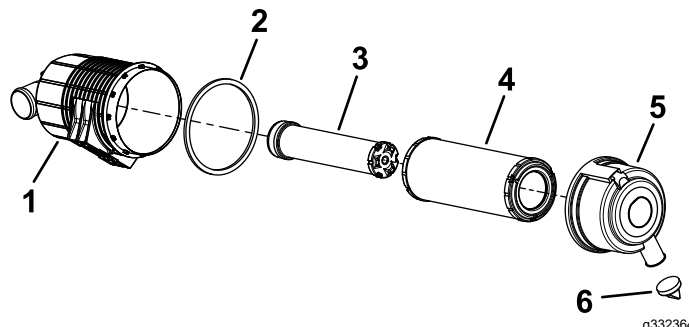

Figure 35
5. Faites l'entretien du filtre à air et de l'élément de sécurité quand indiqué (Figure 35).